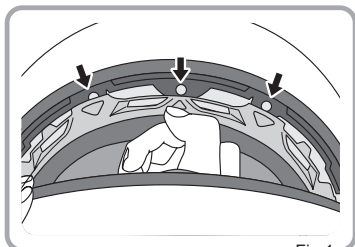

Fig.1
1. Aprire i bottoni a pressione posti nell'area della fronte tirandoli verso il basso come mostrato in Fig.1.